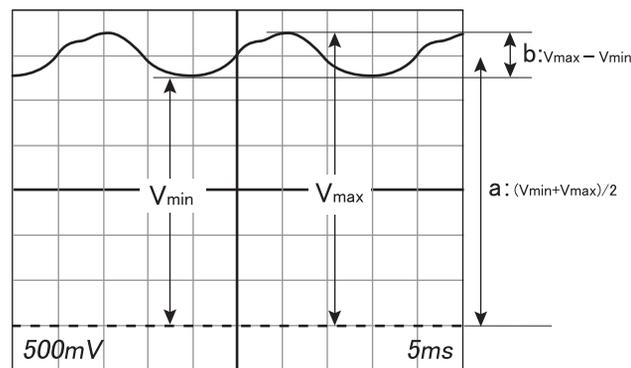

Abb. 1
Das Verhältnis zwischen Zeitachse (waagrecht) und Intensitätsgrad (senkrechte Achse) ist in Abb. 1 dargestellt. Daraus ist ersichtlich, dass der Intensitätsgrad regelmäßig variiert, und je größer seine Amplitude ist, desto deutlicher ist der Flicker zu erkennen.
Wenn der Intensitätsgrad des Displays variiert wie in Abb. 1, wird angenommen, dass sich die Wechselstromkomponente (AC) (b) teilweise mit der Gleichstromkomponente (DC) (a) überschneidet. In der Kontrastmethode wird das Verhältnis der Wechselstromkomponente (AC) zur Gleichstromkomponente (DC) als Flickerzahl definiert.
Abb. 3 zeigt, dass das Outputsignal (Abb. 1) des Leuchtdichte-Messgerätes (wird zur Messung von LCD benutzt) auf den Integrator gerichtet ist.